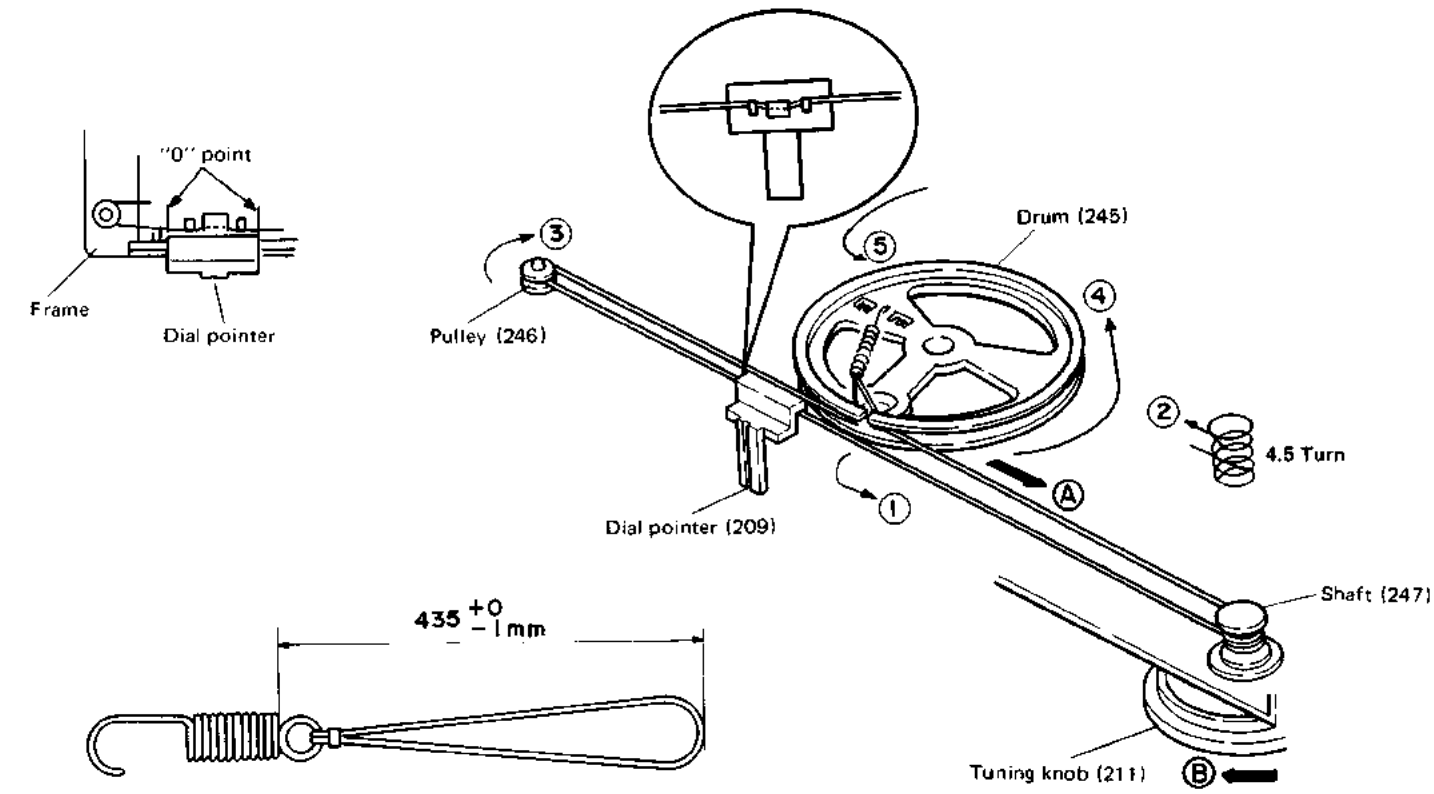

Figure 8-1
1. Turn the drum fully in the direction (A) shown in Fig. 8-1 and stretch its cord over the parts in the numerical order.
2. Then turn the tuning control shaft fully in the direction (B) shown in Fig. 8-1 and fix its pointer as shown in Fig. 8-1.
1. Die Trommel gemäß Abb. 8-1 bis zum Anschlag in Richtung (A) drehen, dann die Schnur in der numerischen Reihenfolge über die einzelnen Teile spannen.
2. Die Abtaststellerachse gemäß Abb. 8-1 bis zum Anschlag in Richtung (B) drehen, dann den Zeiger gemäß Abb. 8-1 befestigen.
⑧
1. Tourner le tambour entièrement dans le sens (A) montré sur la Fig. 8-1 et passer le cordon sur les organes indiqués et dans l'ordre numérique.
2. Tourner l'arbre de commande d'accord entièrement dans le sens (B) montré sur la Fig. 8-1 et fixer son index comme le montre la Fig. 8-1.
⑤ VOLTAGE SELECTION